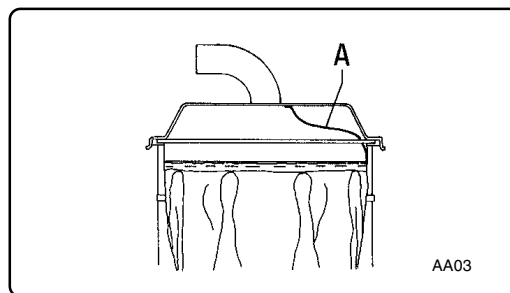

Fig. 7.5.5
**7.5.3 - Sostituzione del filtro negli aspiratori nella categoria d'impiego "B1" fig. 7.5.5**
**7.5.3 - Changing the filter on "B1" version vacuum fig. 7.5.5**
**7.5.3 - Remplacement du filtre dans les aspirateurs de la catégorie d'emploi "B1" fig. 7.5.5**
**7.5.3 - Ersetzen des Filters in den Industriesauger der Verwendungskategorie "B1" Abb. 7.5.5**